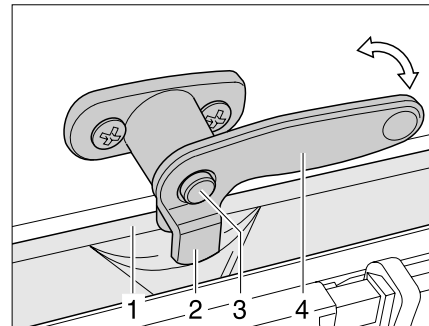

Bild 19 Verriegelungshebel mit Sicherungsknopf in Stellung „Dauerbelüftung“
- ▶ Falls vorhanden, den Sicherungsknopf (Bild 19,3) drücken und gedrückt halten.